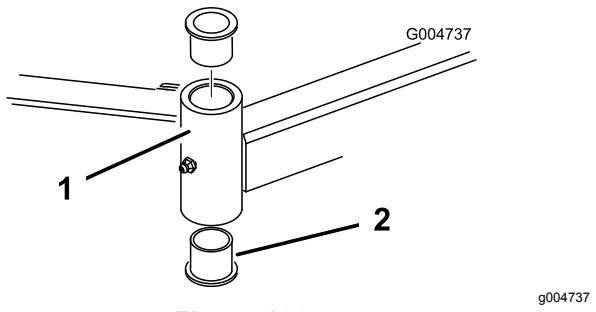

Figura 106
4. Inserite un punteruolo nella parte superiore o inferiore del tubo di fissaggio, e spingete la boccola fuori del tubo (Figura 106). Estraete dal tubo anche l'altra boccola. Pulite l'interno dei tubi di fissaggio.